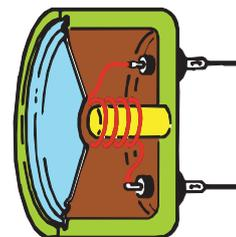

Figure 189 : Les microphones dits magnétiques sont de petits haut-parleurs. Leur membrane génère, en vibrant, une faible tension alternative.
**- Electromagnétiques** – Ils sont ainsi appelés car sur leur membrane est entourée une bobine qui bouge au-dessus d'un aimant, de la même façon que sur un quelconque haut-parleur (voir figure 189). Quand cette membrane commence à vibrer, une faible tension se crée aux bornes de la bobine qu'il faut ensuite amplifier de façon appropriée. Même un simple haut-parleur peut être utilisé comme un microphone. En effet, si on parle devant son cône de papier, celui-ci vibrera et on pourra alors prélever sur ses bornes, une tension alternative de quelques millivolts.